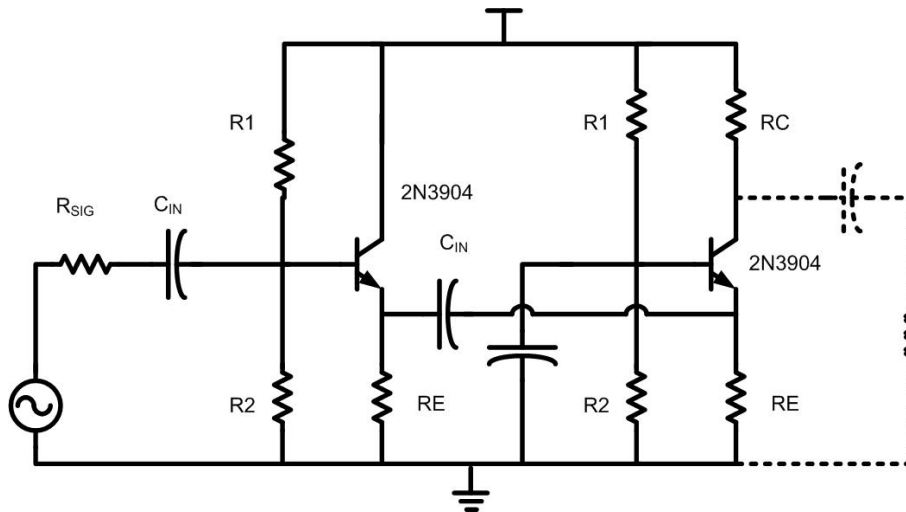

Figure 3. Amplificateur à collecteur commun en cascade avec base commune
17. La figure 3 montre un circuit d'un amplificateur à collecteur commun en cascade avec un amplificateur à base commune. Répondez à la question #16 pour ce circuit. Comment ce circuit se compare-t-il à l'émetteur commun?